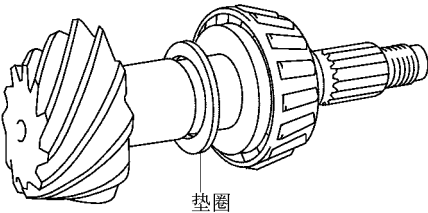

图 14-148 选择适当垫圈进行调整
3) 如果齿的接触不正常, 可按表 14-3 选择适当垫圈进行调整, 如图 14-148 所示。